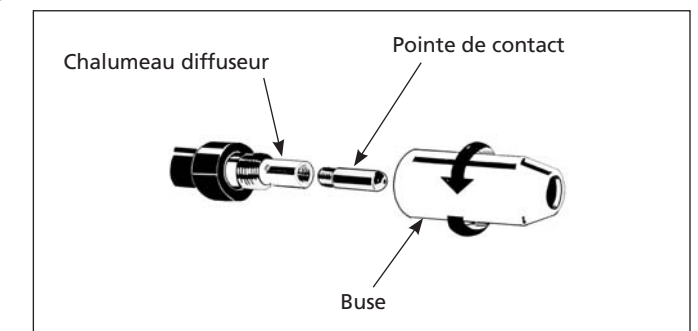

Figure 3 - Buse du chalumeau
- Dévisser l'embout et la pointe de contact de l'extrémité du chalumeau de soudure (voir figure 3). Brancher le soudeur dans une bonne prise d'alimentation de courant.
- Glisser avec soin la pointe de contact sur le fil, visser la pointe dans le chalumeau et réinstaller l'embout (voir figure 3). Couper le fil à environ 6,4 mm (1/4 po) de l'extrémité de la buse.
- Le fil s'agence à la pointe de contact sur l'extrémité du chalumeau (voir figure 3).